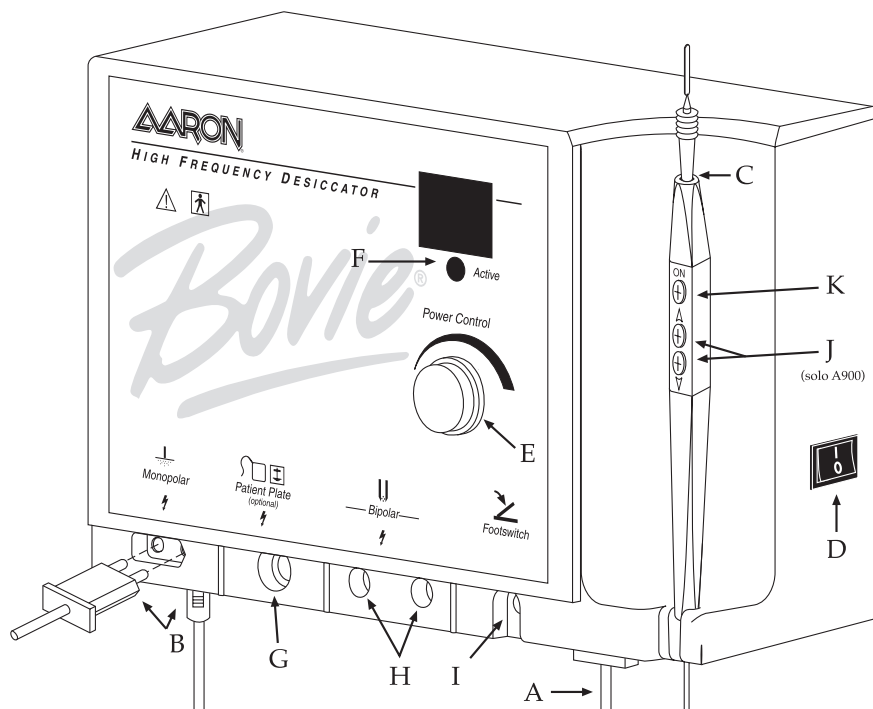

Figura 2
2. Inserire l'estremità femmina del cavo di alimentazione nella base dell'unità (vedere figura 2, lettera A).
4. Inserire il manipolo nell'uscita monopolare in basso a sinistra nella parte anteriore dell'unità (vedere figura 2, lettera B). La spina è progettata in modo da poter essere inserita in una sola direzione. Inserire il connettore rotondo di dimensioni minori dal manipolo (solo A900) nella presa posta sul fondo dell'unità (vedere figura 2, lettera B). Il manipolo a tre pulsanti è progettato per offrire al medico il controllo completo con le dita delle impostazioni dell'uscita dell'alimentazione.
5. Far scivolare l'elettrodo standard nel manipolo fino a quando non sia saldamente alloggiato (vedere figura 2, lettera C). Il manipolo accetta la maggior parte degli elettrodi standard da 3/32" (2 mm).
7. Attivare l'alimentazione dell'unità utilizzando l'interruttore posto sul pannello alla destra dell'unità (vedere figura 2, lettera D).
8. Impostare l'uscita di alimentazione utilizzando il quadrante posto nella parte anteriore dell'unità (vedere figura 2, lettera E) o, solo sull'unità Aaron 900, i pulsanti su e giù sul manipolo (vedere figura 2, lettera J). Quando si esegue la regolazione del livello di alimentazione col manipolo, viene emesso un segnale acustico ad indicare la modifica del livello di alimentazione. Premendo e tenendo premuti i pulsanti su o giù si provoca la variazione delle impostazioni dell'alimentazione con maggiore rapidità per una rapida regolazione delle impostazioni di uscita. L'uscita dell'alimentazione è visualizzata in incrementi di "0,1" watt sotto i 10 watt e in numeri interi da 10 a 30 watt.
9. Per attivare l'unità, rimuovere il manipolo dalla custodia. Porre il manipolo nella posizione desiderata e premere il pulsante di attivazione (vedere figura 2, lettera K). Quando l'unità è attivata, viene emesso un segnale acustico e la luce blu di attivazione si illumina (vedere figura 2, lettera F).
10. Per utilizzare la piastra opzionale di messa a terra col cavo (A802EU), inserire la spina del cavo nell'uscita della piastra di messa a terra (vedere figura 2, lettera G) e collegare l'altra estremità nella piastra di messa a terra. La piastra va posta sotto il paziente, in un punto in cui l'intera piastra sia ricoperta dalla cute nuda. Non utilizzare gel né creme sulla piastra.
11. Per utilizzare il cavo bipolare opzionale (A827EU), inserire le spine nelle uscite bipolari (vedere figura 2, lettera H). Il cavo è quindi inserito nelle prese. Una porta scorrevole dietro le uscite monopolari e bipolari impedisce all'utente il loro uso contemporaneo.
12. L'interruttore a pedale opzionale è inserito nell'uscita dell'interruttore a pedale ed è posto sul pavimento (vedere figura 2, lettera I). L'interruttore a pedale può essere utilizzato con procedure monopolari e deve essere utilizzato con procedure bipolari.